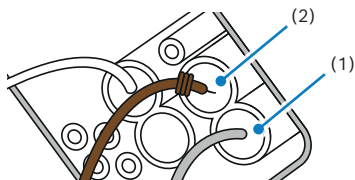

Figure 5
17. Installer la broche du câble noir/blanc depuis la prise XE1 du faisceau (alvéole 44) vers la prise X26 du faisceau ainsi que la broche du câble marron et clipser l'ergot (figure 5)